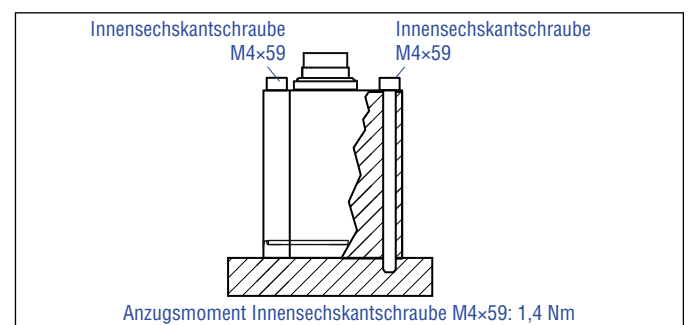

Abb. 21: Befestigung mittels Innensechskant-Schrauben M4×59
3. Montieren Sie das Sensorelektronikgehäuse über die drei Innensechskantschrauben M4×59 aus unmagnetischem Material. Anzugsmoment: 1,4 Nm (Abb. 21). Sichern Sie die Schrauben vor dem Einbau, z.B. mit Loctite 243. Entfernen Sie zuvor die drei Rändelmuttern.
2. Montieren Sie das Sensorelektronikgehäuse über drei Innensechskantschrauben M4×59 aus unmagnetischem Material an dem Sensorrohr bzw. am HFP-Profil: Anzugsmoment: 1,4 Nm (Abb. 21). Sichern Sie die Schrauben vor dem Einbau, z.B. mit Loctite 243. Entfernen Sie zuvor die drei Rändelmutter.
- Montieren Sie den Sensor über den Flansch mit den drei Innensechskantschrauben M4×59 aus unmagnetischem Material. Anzugsmoment: 1,4 Nm (Abb. 21). Entfernen Sie vor dem Anschrauben die drei Rändelmuttern.